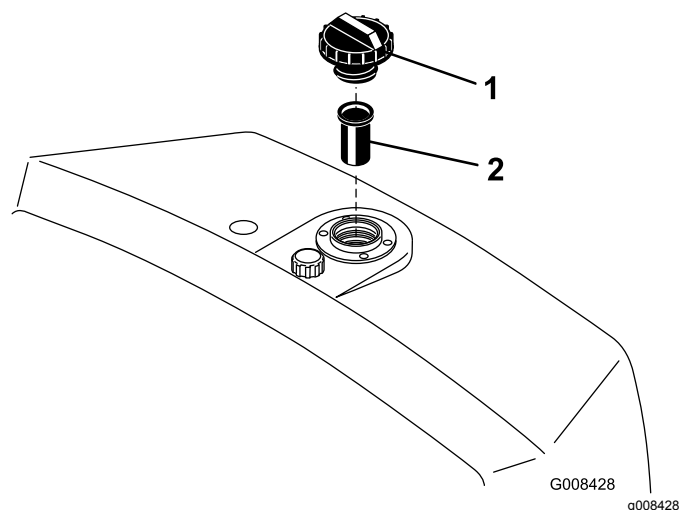

図 49
2. オイルタンクのキャップを取って油量を点検する。補給口の首の根元部分まであれば適正である 図 49